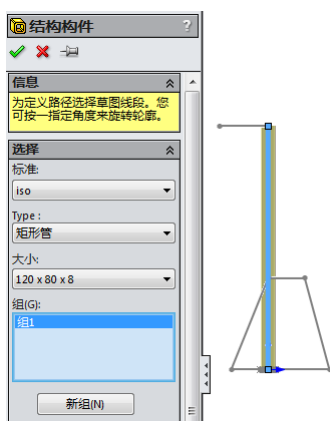

图 15-3 添加“结构构件 1”
①单击“焊件”工具栏中的“结构构件”按钮, 或执行“插入”→“焊件”→“结构构件”菜单命令, 弹出“结构构件”属性管理器, 选择 ISO 标准, 选择“矩形管”, 选择 120×80×8 大小, 然后在草图区域单击需要添加结构构件的直线, 如图 15-3 所示。